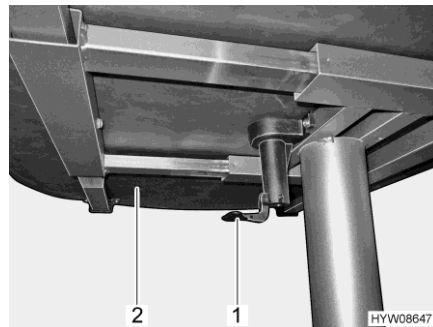

Bild 96 Spak för förskjutning av bordsskivan
- Dra eller tryck spaken (Bild 96,1) nedåt.
- Skjut bordsskivan (Bild 96,2) till önskad position.